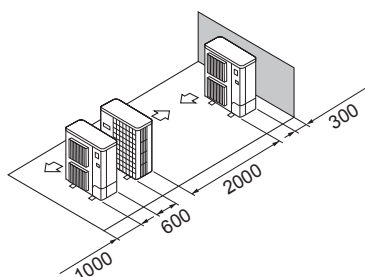

Fig. 2-16
- ⑤ Disposizione di unità singole parallele (Fig. 2-16)